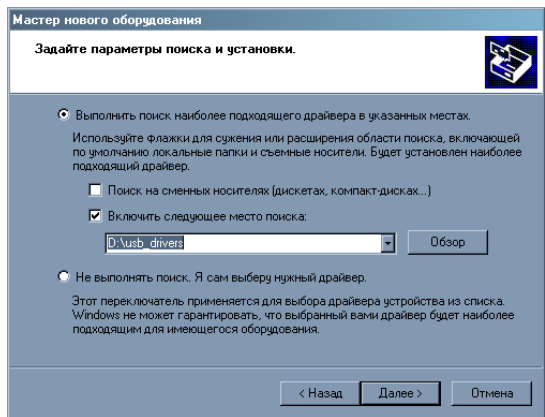

Рисунок 3
2.3.1.5 В появившемся окне выбора путей поиска драйвера (рисунок 3) выбрать «Выполнить поиск наиболее подходящего драйвера», снять флажок «Поиск на сменных носителях...», установить флажок «Включить следующее место поиска:», с помощью кнопки обзор выбрать путь поиска драйверов «X:\usb\_drivers» (где «X:» буква устройства чтения компакт-дисков) и нажать кнопку «Далее»